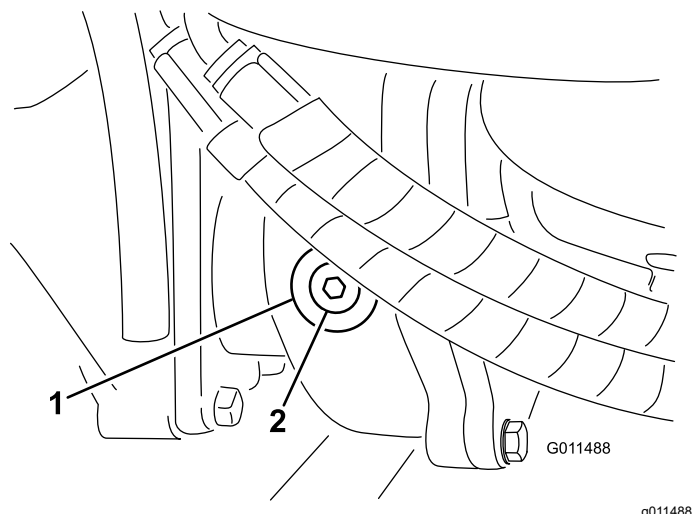

Рисунок 71
2. Снимите заливную/контрольную пробку с левой стороны редуктора (Рисунок 71) и убедитесь, что смазка доходит до низа отверстия. Если уровень масла низкий, долейте столько масла, чтобы довести его уровень до низа отверстия.